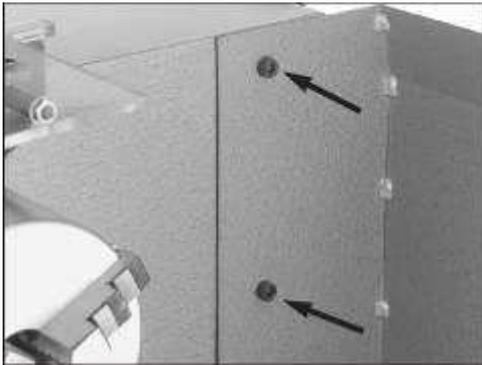
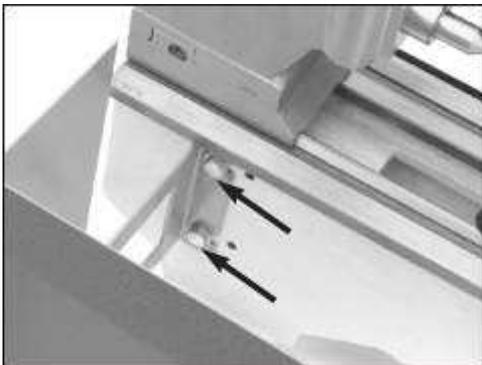

Figure 1 Deux vis à 6 pans creux fixent le côté main gauche de la plaque arrière sur le tour.
Figure 2 Deux vis tête hexagonale et leur rondelle fixent la partie droite du carter sur le bâti.
1. Maintenez la plaque à l'arrière du tour et fixer avec les (2) vis à 6 pans creux, comme illustré dans la **figure 1** et les (2) écrous sur le carter de la broche comme illustré dans la **figure 2**.